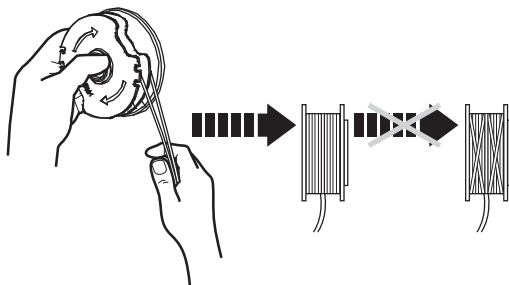

Fig. 28
7. Enrole firmemente todas as linhas de aparar em torno da bobina de aparar (12c), na direção das setas na bobina de aparar (12c) (Fig. 28).